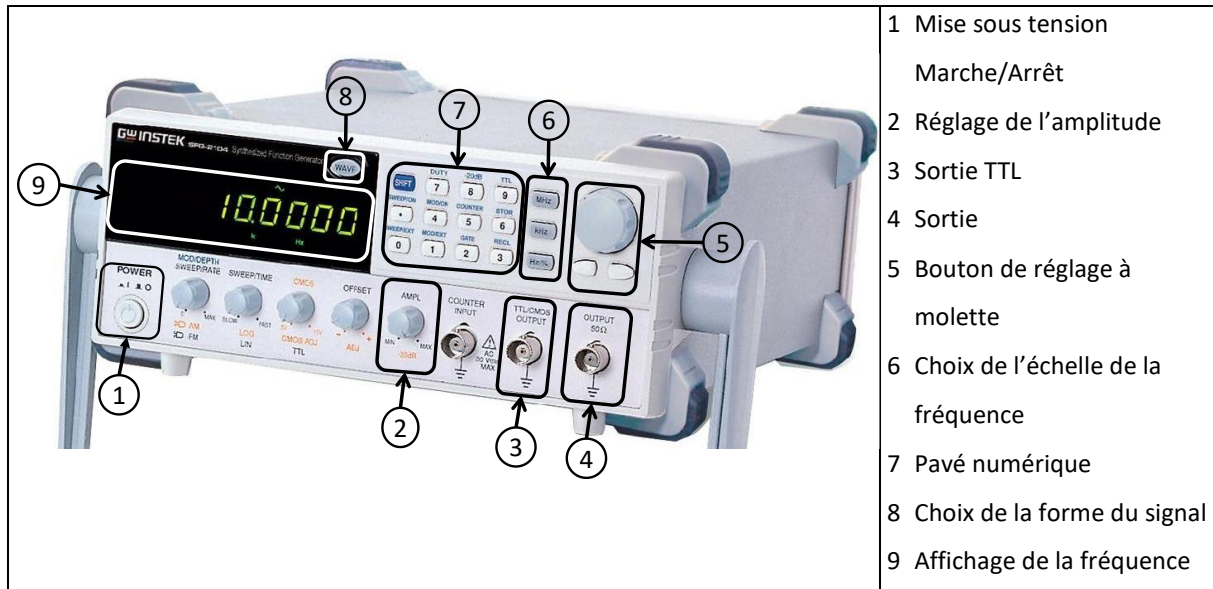

Figure 11 : Générateur Basses Fréquences (GBF)
Utilisé en salle de travaux pratiques d'électronique, le générateur de signaux basses fréquences présenté sur la figure 11 permet de créer des tensions variables avec le temps.
1.2.1. Configurer le générateur basse fréquence (GBF) (figure 11)
- La sortie du GBF correspond à la zone 4 (figure 11) nommée « output 50 $\Omega$  ».